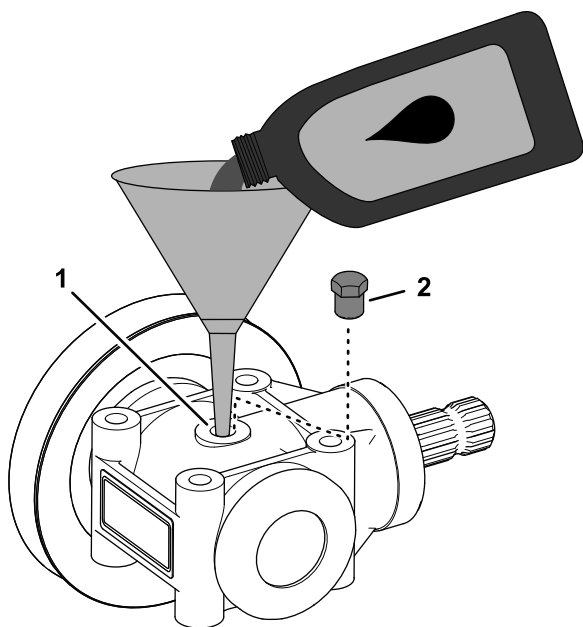

Figura 120
3. Rotii cutia de viteze pentru a orienta orificiul buonului carcasei în sus (Figura 120).
4. Adăugai 112 ml de ulei specificat pentru cutia de viteze în carcasa acesteia, prin orificiul respectiv (Figura 120).
5. Montai buonul carcasei în orificiul cutiei de viteze a punii mainii de tuns iarba (Figura 120).